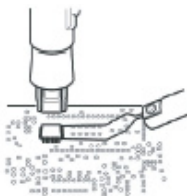

Fig. 4
2. Deslice un captador (pieza opcional) bajo la punta del componente (fig. 4). Si la anchura del componente no coincide con el tamaño del captador, regule la anchura del captador mediante el cable. Cuando se trate de PLCC o de componentes pequeños (p. ej., resistores) utilice tenacillas, etc., para desoldarlos.